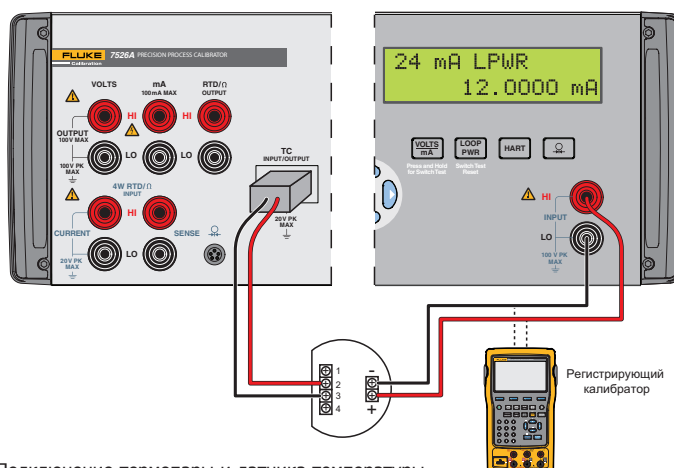

Рис. 2 Подключение термопары и датчика температуры.
3. Подсоединить мини-коннектор типа J к входному/выходному разъему TC, как показано на рис. 2. Убедиться, что используется термопара типа J (обычно черного цвета).
4. Подсоединить неизолированные концы провода термопары к клеммам 2 (+) и 3 (-) датчика и включить, как показано на рис. 2, обеспечив правильное подключение полюсов цепи.